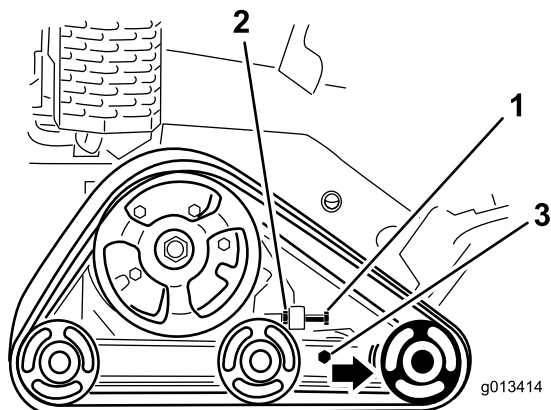

Figura 45
3. Allentate il controdado sul bullone di tensionamento dei cingoli e i bulloni del serrafilo sul braccio di tensione (Figura 45).
4. Serrate il bullone di tensionamento a un valore compreso tra 32,5 e 40 N m per stringere il cingolo (Figura 45).
4. Allentate il bullone di tensione e il controdado (Figura 45).
5. Allentate i bulloni serrafile (Figura 45).